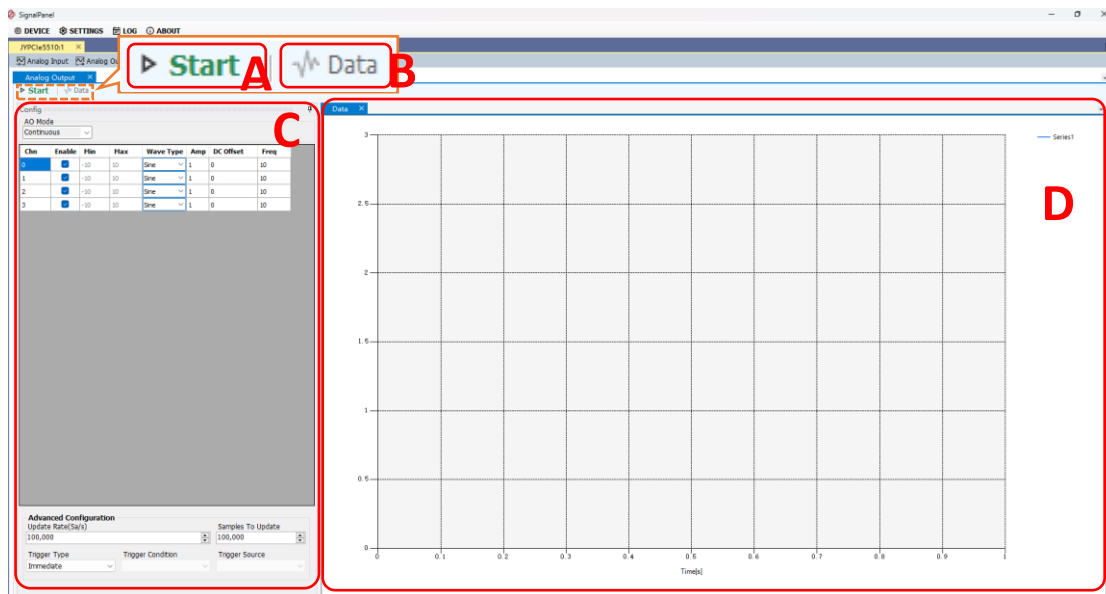

图 12 模拟输出（Analog Output）默认界面
模拟输出（Analog Output）打开后界面默认如图所示（图 12）：
若关闭了数据可视化窗口（图 12 D 区域），可以点击该按钮重新打开。
1. 选择要使用的通道并配置各通道输出参数（波形类型，幅值等），参看图 12 的 C 区域
3. 任务启动后，输出的波形会持续展示（在图 12 的 D 区域）